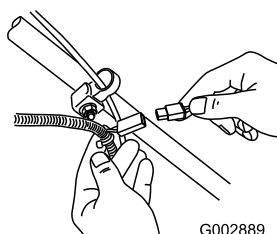

Figura 47
1. Collegate il caricabatterie al cablaggio preassemblato del tosaerba, sotto la chiave di accensione (Figura 47).